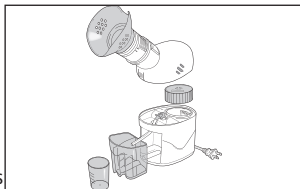

Fig. 4
17. Desarme y limpie el inhalador de vapor, Fig. 4. Todas las piezas deben estar secas antes de guardar la unidad.